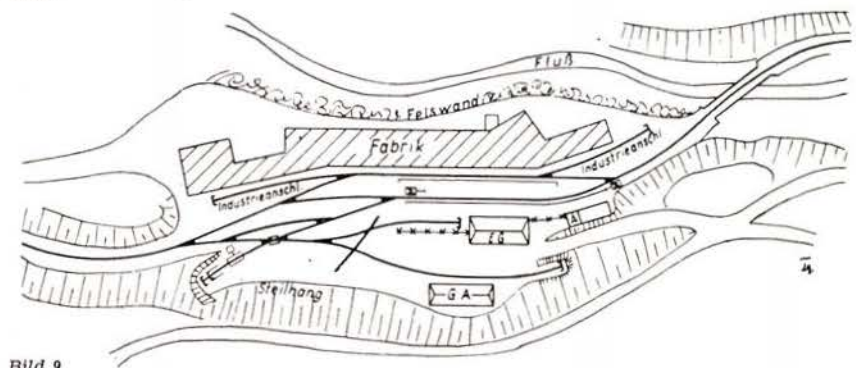

Bild 9
9. Gebirgsbahnhof (Bild 9)
Ein sehr interessantes Projekt eines Gebirgsbahnhofs an einer Nebestrecke ohne Blocksicherung stellen wir im Bild 9 dar. An Signalen und Kennzeichen sind lediglich die Weichensignale, die Ve 3/4 an der Waage und zwei K 8a vorhanden. Die Länge dieses Bahnhofs wird ebenfalls für vier bis fünf Wagen bemessen. Infolge der Lage des Bahnhofs am Steilhang eines engen Tales haben die Verladegleise eine eigenartige Anordnung erhalten. Dieses Modell trägt bestimmt zur lebendigen und naturgetreuen Gestaltung einer jeden Anlage bei, die Gebirgscharakter trägt.